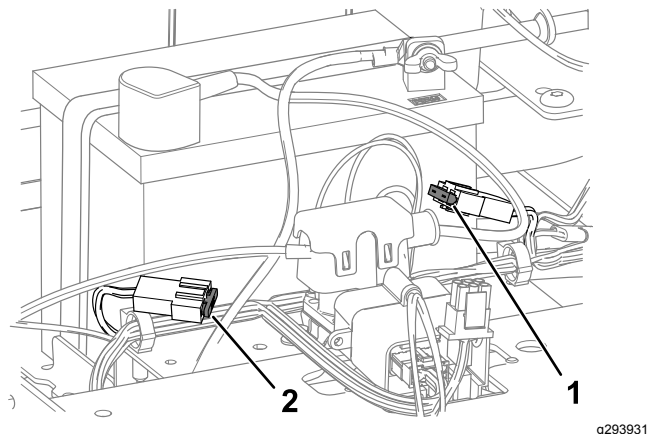

Figure 44
4. Pour remplacer un fusible, tirez dessus pour l'enlever (Figure 44).